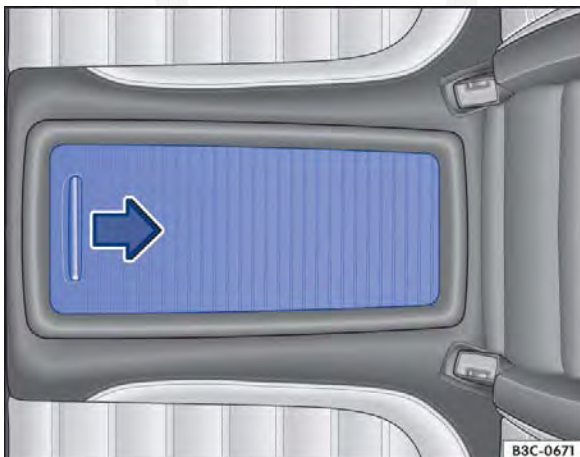

Fig. 121 Porta-bebidas entre os assentos traseiros: abrir a cobertura.
- Empurrar a cobertura no sentido da seta ⇒ Fig. 121.
- Empurrar a cobertura na direção contrária à da seta ⇒ Fig. 121.